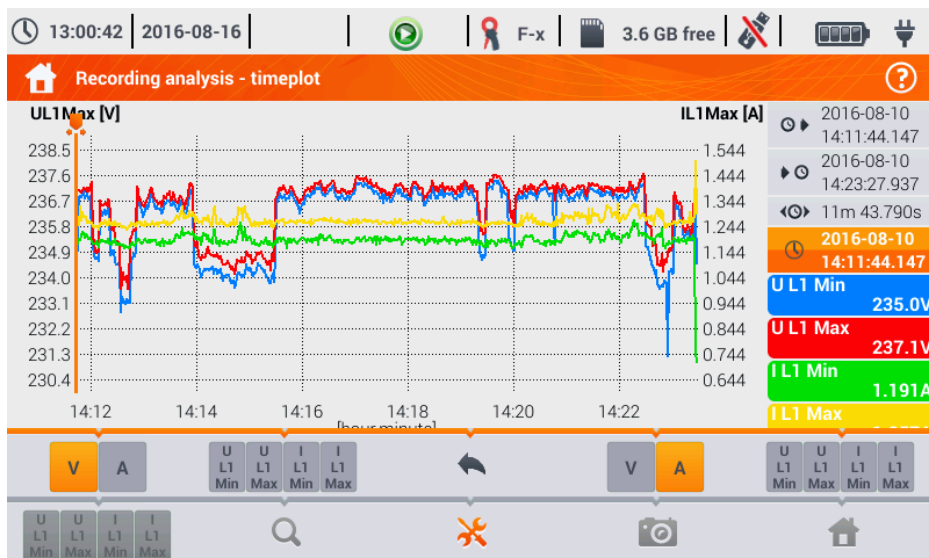

Fig. 26. Análisis de registro - gráfico de tiempo - selección de escalas.
- muestra un menú adicional de ajuste de escalas (Fig. 26). En este menú se puede seleccionar la descripción de la escala en el lado derecho e izquierdo del gráfico. Para ello hay que hacer clic en el icono con el nombre del parámetro. El icono con el nombre de la unidad aparece cuando en el gráfico hay al menos dos parámetros que tienen la misma unidad. Al hacer clic en el icono, los resultados con esta unidad se cambian a la escala